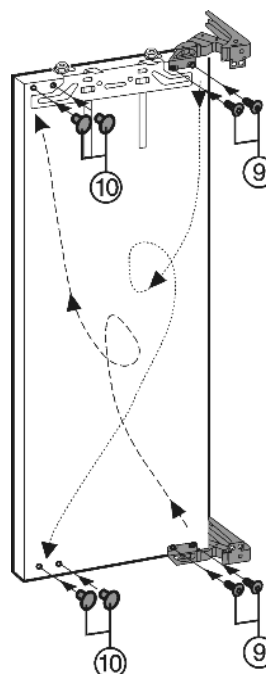

Fig. 5
- ▶ Scharnieren van de deur afschroeven Fig. 5 (9), aan de andere kant aanbrengen en (met 4 Nm) goed vastschroeven.
- ▶ Vrij geworden bevestigingsgaten met stoppen Fig. 5 (10) sluiten.